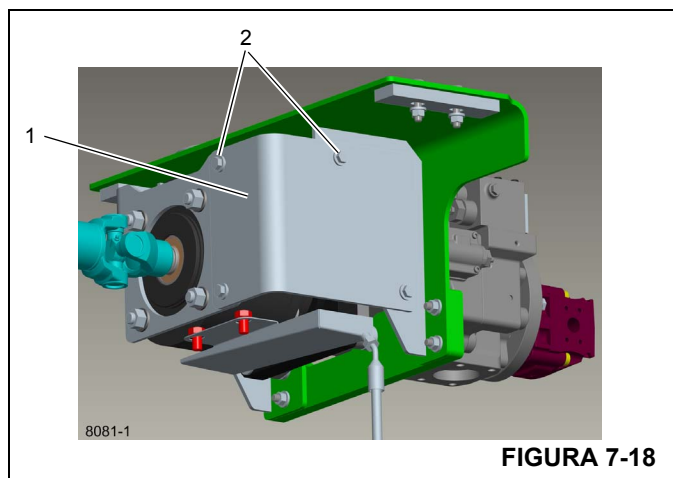

FIGURA 7-18
4. Retire la cubierta de acceso (1, Figura 7-18) retirando los cuatro pernos y arandelas (2) y dos placas de “tuerca doble”.
3. Instale la cubierta de acceso (1, Figura 7-18) en el conjunto de placa de soporte delantera/embrague/escuadra de montaje con cuatro pernos y arandelas (2) y dos placas de tuerca doble. Apriete toda la tornillería al par de apriete recomendado en *Sujetadores y valores de apriete*, página 1-14.